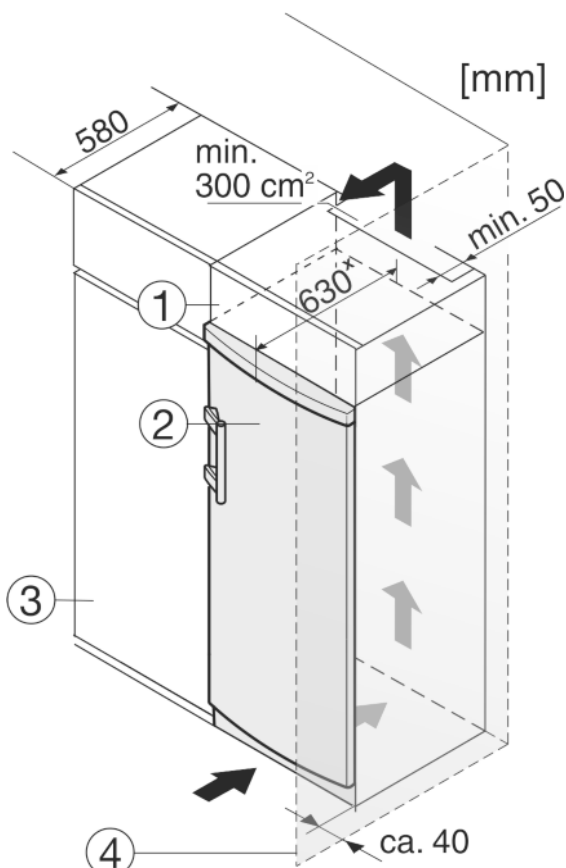

Fig. 10
- (1) Nastavná skřínka
- (2) Přístroj
- (3) Kuchyňská skřín
- (4) Stěna
Spotřebič lze zabudovat do kuchyňských skříní. K vyrovnání spotřebiče Fig. 10 (2) na výšku kuchyňské linky lze na přístroj nasadit nástavec Fig. 10 (1).
Při montáži do kuchyňských skříní (hloubka max. 580 mm) lze přístroj instalovat hned vedle kuchyňské skříně Fig. 10 (3). Přístroj přesahuje přední stěnu kuchyňské skříně na stranách o 34 mm * a uprostřed o 50 mm *.
Když se přístroj instaluje závěsy vedle stěny Fig. 10 (4), musí být vzdálenost přístroje od stěny alespoň 40 mm. To odpovídá přesahu madla při otevřených dveřích.